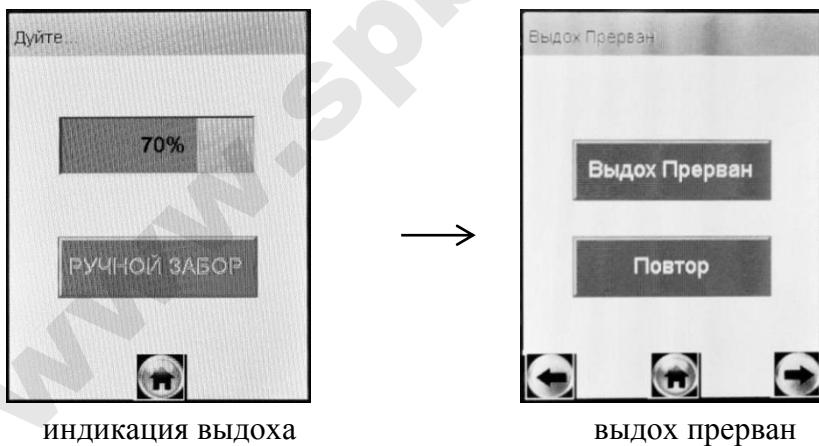
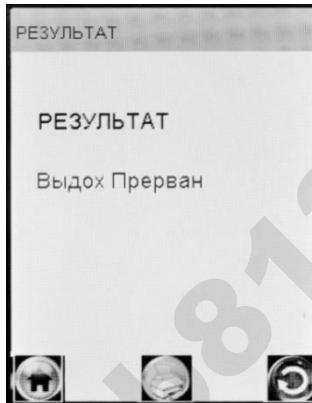

Рисунок 20 – Срыв дыхательной пробы
Рисунок 21 – Результат «Выдох Прерван»
2.8.22 Если при выполнении 2.8.12 настоящего РЭ проба выдыхаемого воздуха не будет соответствовать требуемым параметрам по расходу или объему (указанным в 1.2.6 настоящего РЭ), т.е. в случае прерывания выдоха, на экране отобразится окно «**Выдох Прерван**» (рисунок 20, справа).
Для этого при отображении на экране окна «Выдох Прерван» (рисунок 20, справа), нажмите на виртуальную кнопку «Выдох Прерван» – на экране появится соответствующее сообщение (рисунок 21).